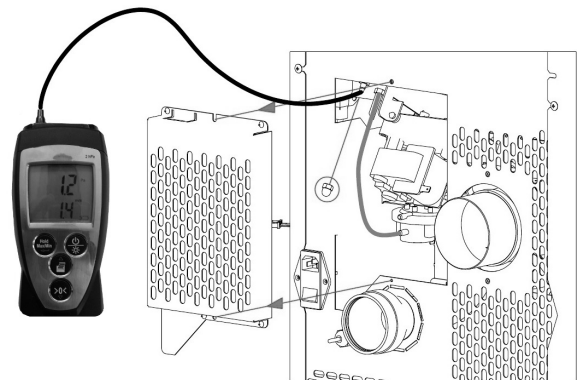

Fig. 34 - Aansluiting digitale drukregelaar
- Sluit een digitale drukregelaar aan met behulp van een slangetje om de onderdruk te meten (zie **Fig. 34**).